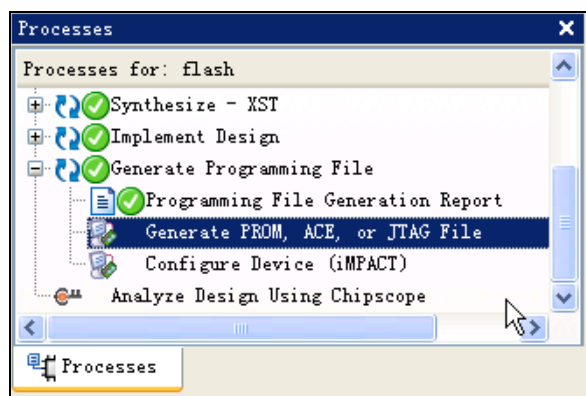

图 2.28 启动生成 MCS 文件
(1) 生成 BIT 文件的方法很简单，在 ISE 资源管理器窗口的“Process”窗口中，双击“Generate Programming File”就会在 ISE 工程目录下生成和顶层设计同名的 BIT 文件。
(2) 为了生成 MCS 文件在“Process”窗口中，展开“Generate Programming File”，双击“Generate PROM, ACE, or JTAG File”，如图 2.28 所示。